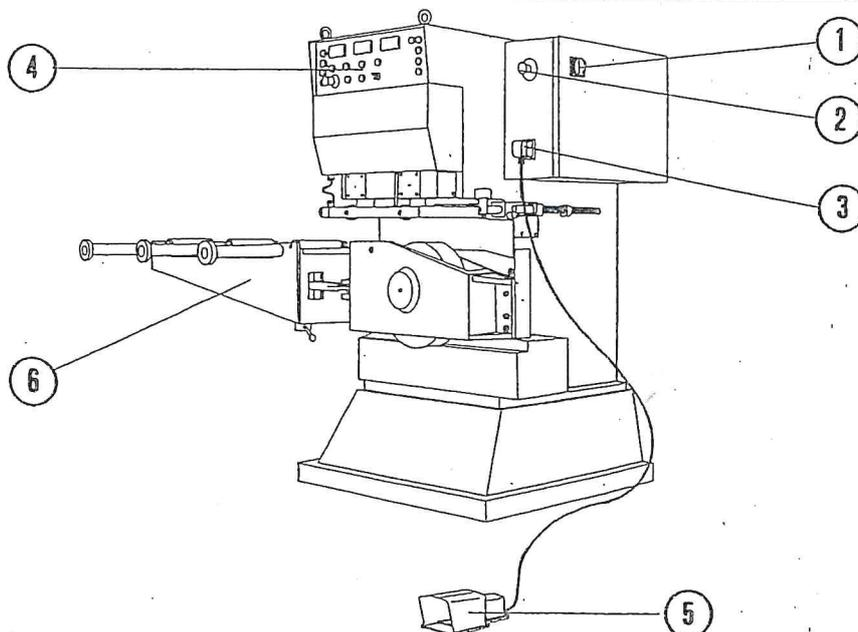

Fig. 8
In un apposito armadietto (fig. 8) sono installate tutte le apparecchiature elettriche di comando e ausiliarie. La porta del quadro elettrico è chiusa a chiave. Su di esso sono inoltre installate:
- Interruttore generale lucchettabile (1 fig. 8) e dotato di interblocco.
- Pulsante per l'arresto d'emergenza (2 fig. 8).
- Connettore per attacco del cavo della pulsantiera (3 fig. 8).
- Sulla parte frontale della macchina vi è il pannello con gli organi di comando (4 fig. 8) che gestiscono tutte le funzioni della macchina.
- La macchina è dotata anche di una pedaliera (5 fig. 8) che permette all'operatore, in caso di pezzi ingombranti, di posizionarsi nel punto più opportuno per seguire la lavorazione e per inserire i pezzi.
- Il caricamento del pezzo da smussare deve essere fatto sul braccio orientabile (6 fig. 8).